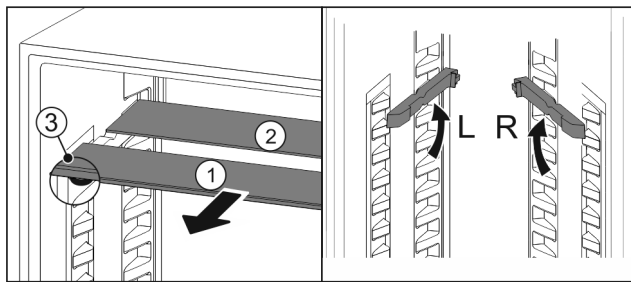

Fig. 112
- ▶ По одной извлеките Fig. 112 (1) стеклянные панели движением вперед.
- ▷ Стеклянная панель Fig. 112 (1) с декоративной планкой лежит спереди.
- ▷ Стопоры Fig. 112 (3) показывают вниз.